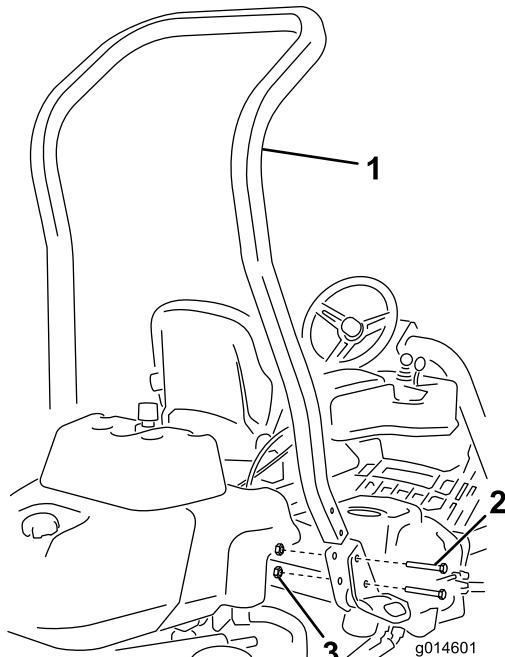

図 3
- 機体の左右にあるポケットにROPSを差し込み、ボルト1/2 x 3-3/4 インチ4本とフランジナット4本1/2 インチで固定する図3。.